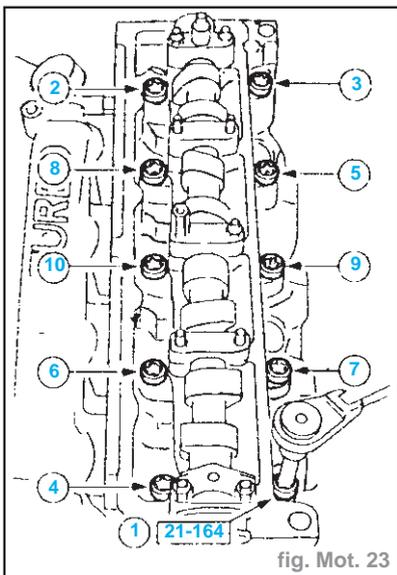

fig. Mot. 23
- Déposer la culasse. (fig. Mot. 23).